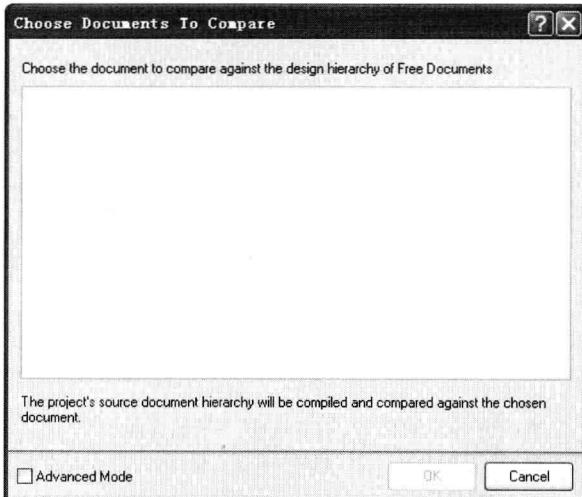

图 1-12 “Choose Documents To Compare” 对话框
- ◆ “Show Differences”（显示差异）命令：单击该命令将弹出如图 1-12 所示的“Choose Documents To Compare”（选择文档比较）对话框。勾选“Advanced Mode”（高级模式）复选框，可以进行文件之间、文件与项目之间、项目之间的比较。